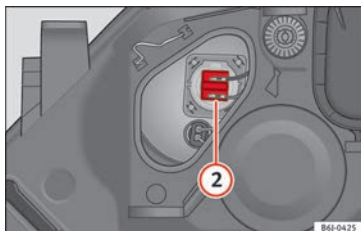

Fig. 183 Abbagliante.
- Estrarre il connettore » fig. 183 ② tirando verso l'esterno.